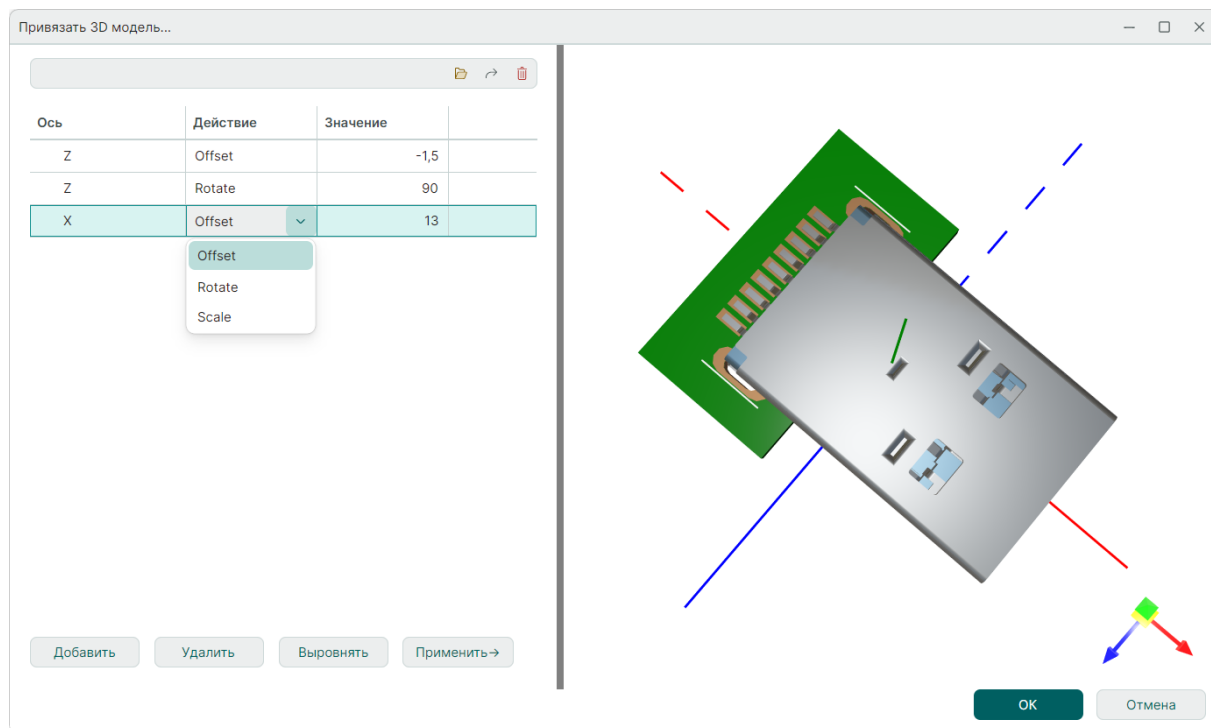

Рис. 163 Внешняя 3D-модель, привязанная к выбранному посадочному месту
7. В случае когда автоматическое выравнивание не дает требуемого результата, необходимо создать цепочку операций вручную, см. Рис. 163.